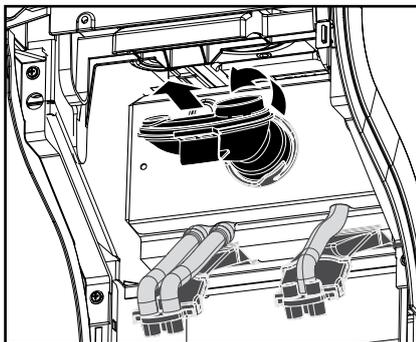

Fig. 28
- d. Tournez l'insert mixte contre les aiguilles de la montre pour le déverrouiller et retirez-le ensemble avec la bague d'étanchéité (fig. 28).